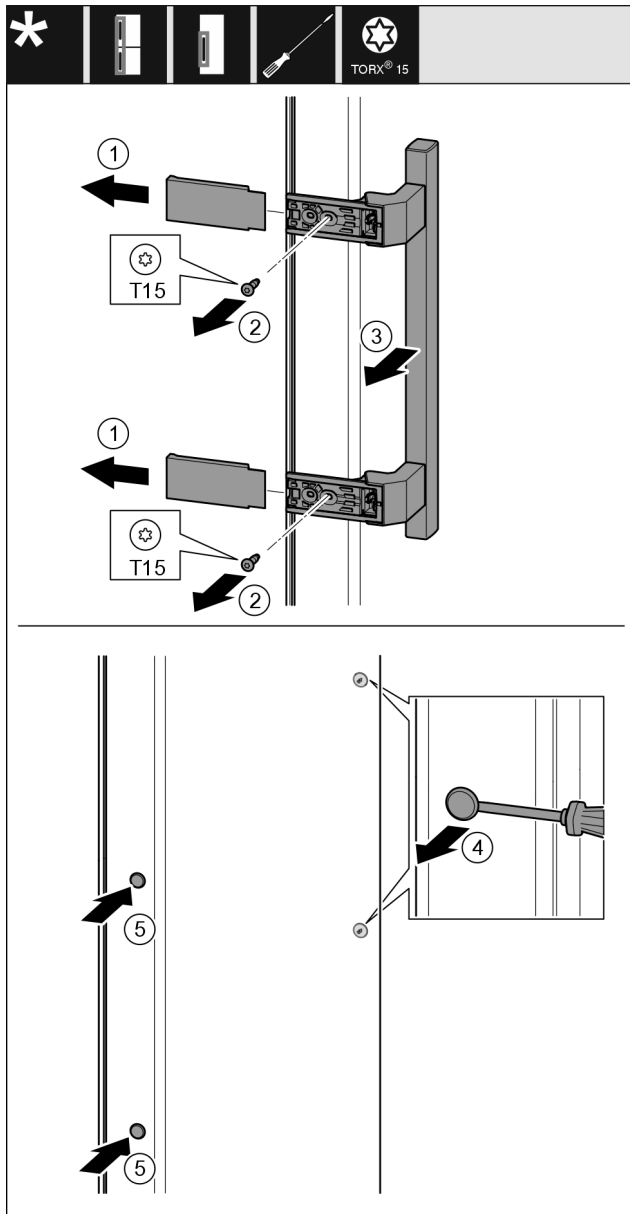

Fig. 40
- Afdekking Fig. 40 (1) wegtrekken.
- Schroeven Fig. 40 (2) met een schroevendraaier er uit draaien.
- Greep Fig. 40 (3) wegnemen.
- Til de zijplug voorzichtig Fig. 40 (4) op met een platte schroevendraaier en trek hem er uit.
- Plug Fig. 40 (5) aan de andere kant er weer insteken.